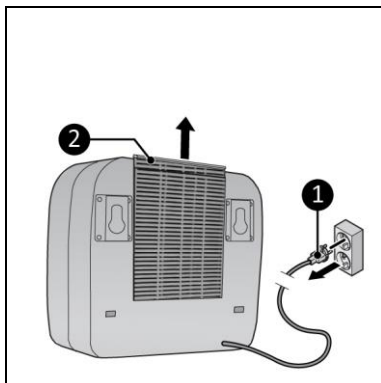

Figure 14
1. Assurez-vous que l'appareil est éteint et que la fiche est retirée de la prise de courant (figure 14, pos. 1).
2. Levez la grille (figure 14, pos. 2) et retirez le filtre.